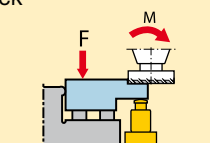

Abbildung 5c
Abbildung 5c stellt dar, wie ein Werkstück richtig bestimmt wird. Hierbei muss jedoch, um ein Kippen des Werkstücks zu vermeiden, das Drehmoment „M“, welches von dem Werkzeug (5) auf den zu bearbeitenden Körper (6) übertragen wird, durch ein Gegenmoment ausgeglichen werden. Dieses Gegenmoment ist dann von der Spannkraft „F“ aufzubringen.